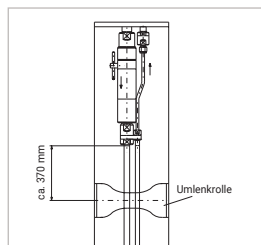

Figure 1
- ▶ Si vous utilisez le produit WEH® sans support de fixation au distributeur WEH®, il est nécessaire d'installer une poulie de renvoi à une distance d'env. 370 mm du bord inférieur du break-away (Figure 1).